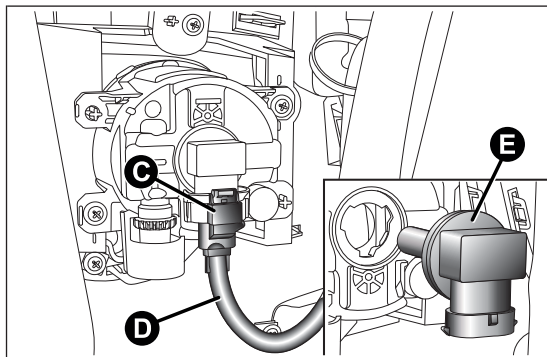

fig. 119
- ☐ actuar en la ballestilla C fig. 119 y soltar el conector eléctrico D;